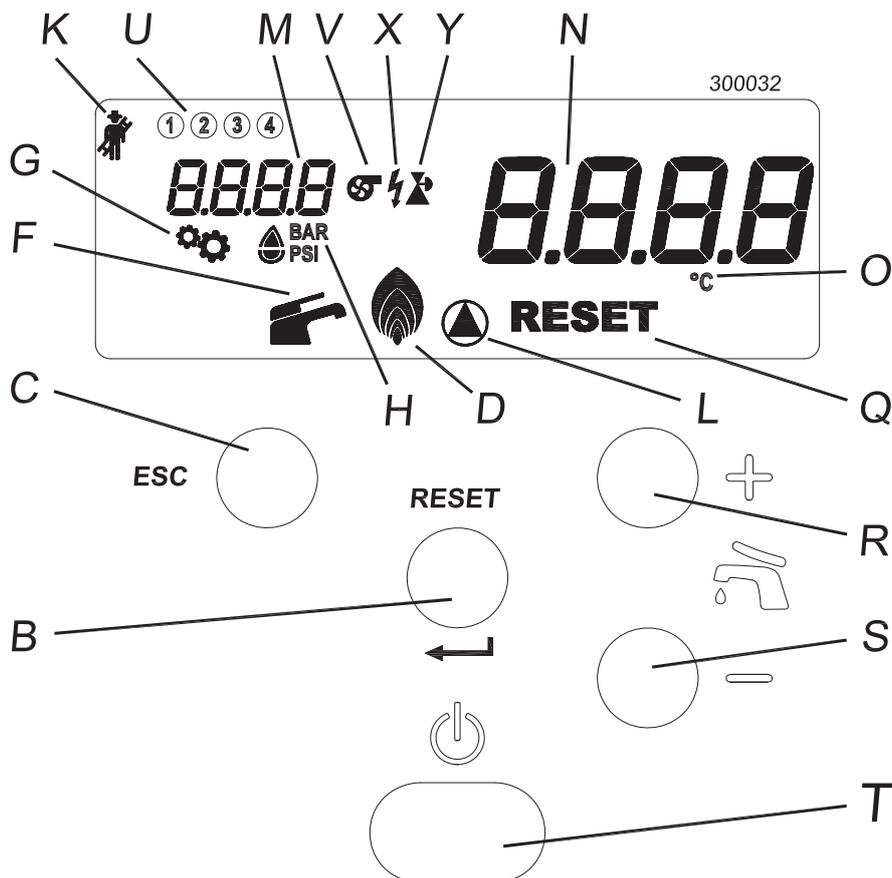

Figure 7-1 - Tableau de commandes
- 1.- allumer l'appareil au moyen de l'interrupteur « A » de la figure 7-1 ;
Légende de la figure 7-1
Si l'appareil doit rester éteint pendant une période relativement courte (quelques jours et dans tous les cas sans risque de gel), il suffit de couper la tension de l'interrupteur « T » de la figure 7-1.
Lorsqu'une des deux touches est enfoncée, l'afficheur « N » (Figure 7-1) commence à clignoter et indique la température réglée. Le champ de réglage de la température sanitaire va de 40 °C à 60 °C. En maintenant appuyé la
sanitaire, signalé par l'extinction de l'icône  « F » (Figure 7-1).
En appuyant sur la touche RESET pendant 2 secondes, il est possible d'accéder au menu « utilisateur ». L'afficheur « M » de la figure 7-1 commence par indiquer le paramètre 1001 pour signaler à l'utilisateur le changement de modalité effectué. À l'intérieur du menu, il est possible de faire défiler les paramètres à l'aide des touches  + et  -.